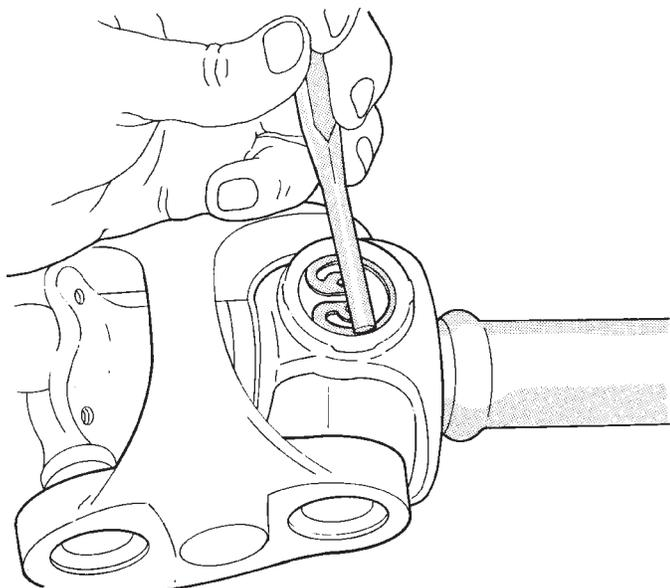

Fig. 31 Assentamento dos Anéis de Pressão no Encaixe
(12) Bata levemente nos anéis de pressão para que eles se assentem no encaixe (Fig. 31).